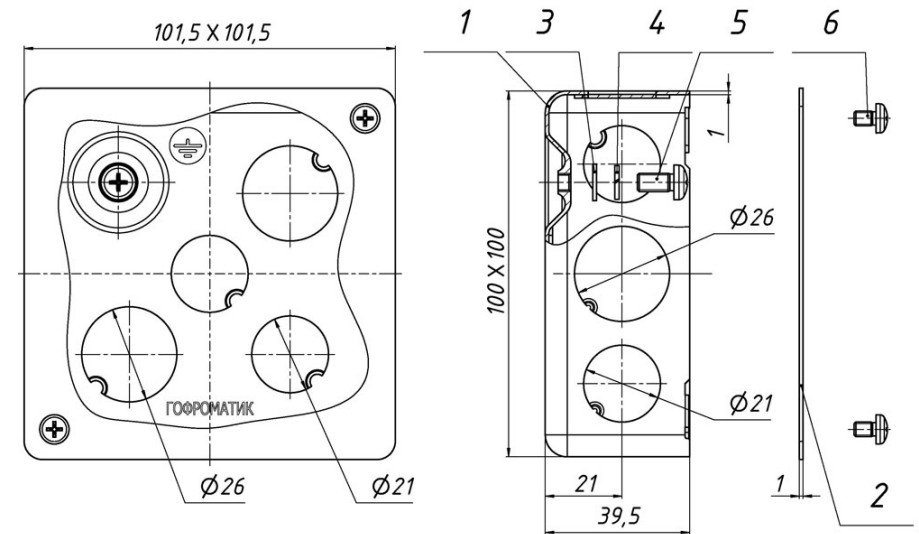

Рисунок 1 - Коробка стальная с предвырубленными отверстиями 100x100x40 IP30 ГОФРОМАТИК
Изделие состоит из: корпуса (1), крышки (2), шайбы (3), шайбы пружинной (4), винт M5x10 (5) и винт M4x6 (6) - 2 шт. (см. рисунок 1).